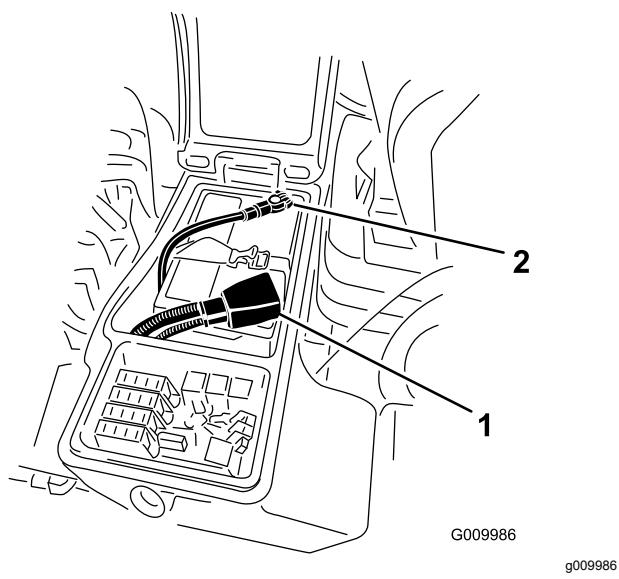

Figure 60
3. Débranchez le câble négatif (noir) de la borne négative (-) et le câble positif (rouge) de la borne positive (+) de la batterie (Figure 60).
6. Raccordez le câble positif (rouge) de la batterie à la borne positive (+) et le câble négatif (noir) à la borne négative (-) (**Figure 60**).